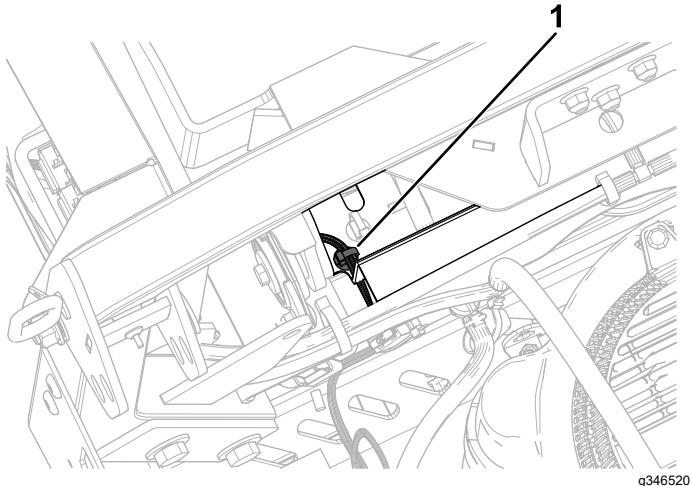

Figure 15
3. Installez le second clip enfichable dans le support arrière du réservoir de carburant (Figure 15).